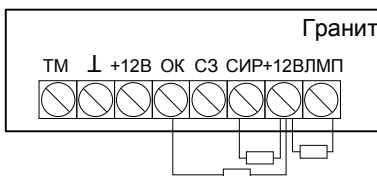

Рисунок 4.3 – Схема подключения резисторов
**Внимание!** Даже если вы не используете выходы ЛМП, +12, СИР и ОК для корректной работы прибора необходимо установить все резисторы, указанные на схеме рисунок 4.3.